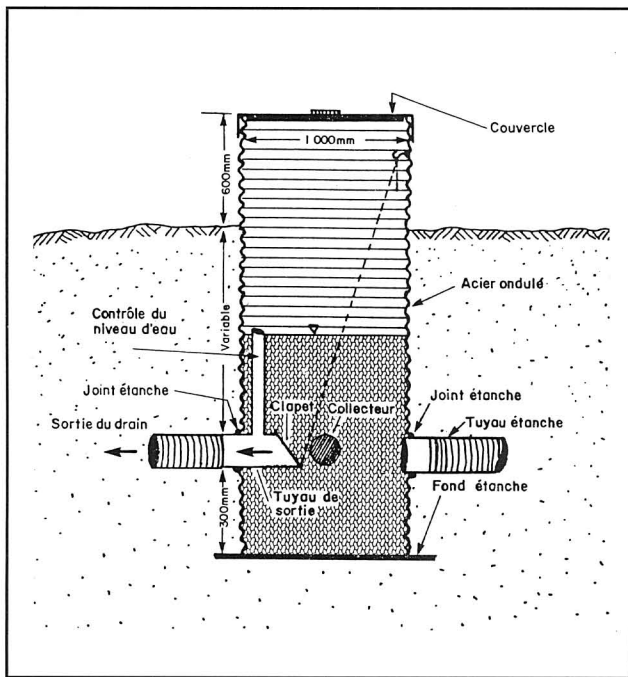

Figure 2: Chambre-regard
- Chambre-regard (figure 2): elle est construite en béton, en métal ou en plastique renforcé avec contrôle à l'entrée ou à la sortie. Plus spacieuse et plus lourde que la chambre à flotte, la chambre-regard est de fabrication artisanale seulement. Elle permet un meilleur accès tant manuel que visuel au mécanisme de contrôle.